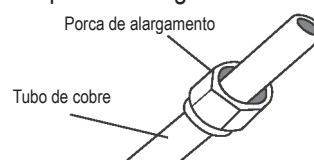

Fig. 6.3
3. Coloque porcas de alargamento em ambas as extremidades do tubo. Certifique-se de que estão voltadas na direção correta, porque não pode colocá-las na direção correta ou mudar a sua direção depois de alargar. Consulte a Fig. 6.3.